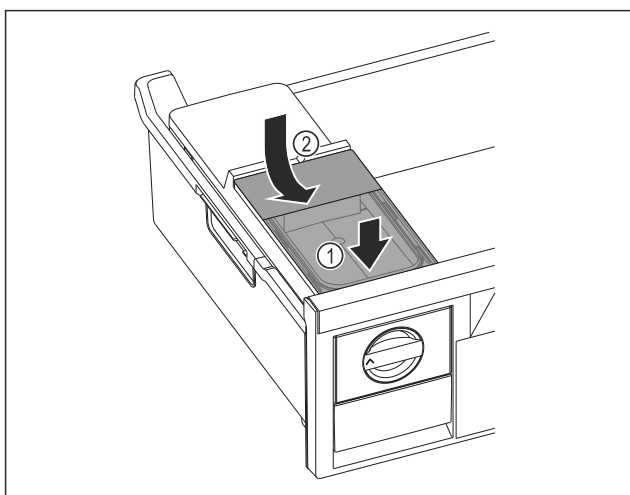

Fig. 99
- ▶ Nasad'te vpředu nádržku na vodu. Fig. 99 (1)
- ▶ Spus'te nádržku na vodu vzadu dolů. Fig. 99 (2)